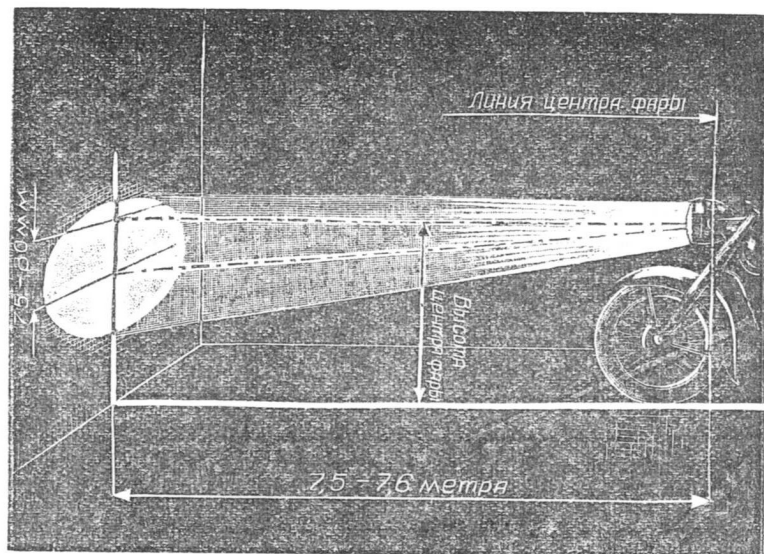

Рис. 38.
- в) — Ниже горизонтальной линии, на расстоянии от 75 до 80 мм., нанести вторую горизонтальную линию (см. рис. 38).